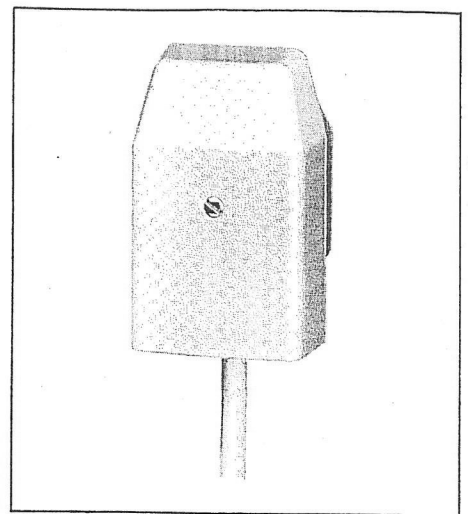

Bild 6
1.3 Außenfühler AFA 1 (Bild 6)